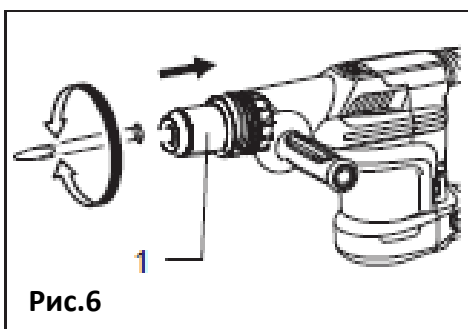

Рис.6
Вставьте насадку в патрон (1) инструмента. Поверните насадку и вдавливайте ее до щелчка Рис.6.